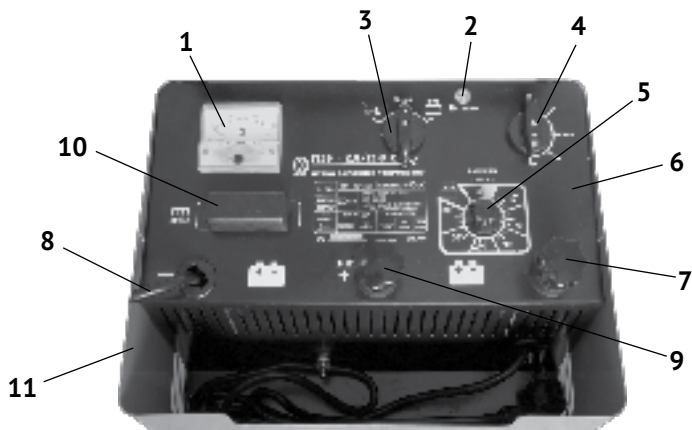

рис.1
1.6 Панель управления ПЗУ представлена на рис.1
1.7 Пуско-зарядное устройство состоит из электрических элементов, преобразующих переменный ток в постоянный и управляющих процессами зарядки и пуска АБ. Все элементы устройства расположены в металлическом корпусе (рис.1 поз.11). Элементы управления выведены на панель (рис.1 поз.6) в верхней части ПЗУ. В верхней части корпуса прикреплена ручка для удобства перемещения прибора.
К панели управления фиксаторами крепятся: кабель питания с вилкой и соединительный провод с зажимом «крокодил» чёрный - «-» (рис.1 поз.8). На панель управления (рис.1 поз.6) выведены клеммы 12 В (рис.1 поз.7) и 24 В (рис.1 поз.9), к которым гайкой-барашком крепится провод с зажимом «крокодил» (красный - «+») по ГОСТ Р МЭК 60335-2-29-2004.
1.8 Амперметр (рис.1 поз.1) на передней панели показывает силу тока во время процесса зарядки. Индикатор сети (рис.1 поз.2) загорается при подключении кабеля питания к розетке. Переключатель (рис.1 поз.3) имеет три положения: «выкл.», «зарядка» и «пуск». Регулятор тока зарядки (рис.1 поз.4) ПЗУ имеет 5 положений: «0» – выключен и «1-4» режимы зарядного тока (контролируется амперметром). Таймер (рис.1 поз.5) выставляет время зарядки АБ от 0 до 60
мин. В левой части панели управления под пластиковой крышкой (рис.1 поз.10), между двумя контактами, установлены плавкие предохранители 80А. В целях безопасности они закрыты пластиковой крышкой.
- установить (сняв крышку рис.1 поз.10) предохранители, если они не установлены;
- при отключённой вилке сетевого кабеля установите переключатель (рис.1 поз.3) в положение «зарядка» (Питание);
В начале зарядки переключателем (рис.1 поз.3) установите режим «зарядки».
Регулятором зарядного тока (рис.1 поз.4) установите один из 4-х режимов тока зарядки. Величина тока зарядки составляет приблизительно 0,1 ёмкости АБ. Если заряжаемая батарея имеет ёмкость 200 Ач, то ток зарядки составит 20А.
4.2 Амперметр (рис.1 поз.1) показывает величину зарядного тока. В процессе зарядки величина тока будет постепенно снижаться в зависимости от ёмкости и остаточной заряженности АБ. При закипании электролита в батарее, отключите ПЗУ выключателем (рис.1 поз.3), во избежание окисления пластин аккумулятора. Выждав некоторое время, вновь включите ПЗУ. Цикл зарядки повторится. Чем выше степень заряженности АБ, тем короче будут периоды заряда и длиннее периоды отключения.
Перед началом работы в режиме «пуск» рекомендуется в течение нескольких минут провести зарядку АБ выставив регулятором (рис.1 поз.4) максимальный зарядный ток для повышения уровня заряженности АБ. Это увеличит пусковой ток аккумулятора, а, следовательно, и пусковой ток при пуске. Ведь пусковой ток равен сумме токов от АБ и ПЗУ.
5.1 При отключённой вилке сетевого кабеля, установите переключатель (рис.1 поз.3) в положение «пуск». Присоедините, соблюдая полярность, соединительные провода ПЗУ зажимами «крокодил» к клеммам аккумуляторной батареи.
5.3 Ключом зажигания включите стартёр. Если двигатель не запускается в течение 3 секунд, выключите ПЗУ выключателем (рис.1 поз.3). Через 1,5-2,0 минуты произведите повторный запуск.
- выключить ПЗУ выключателем (рис.1 поз.3);